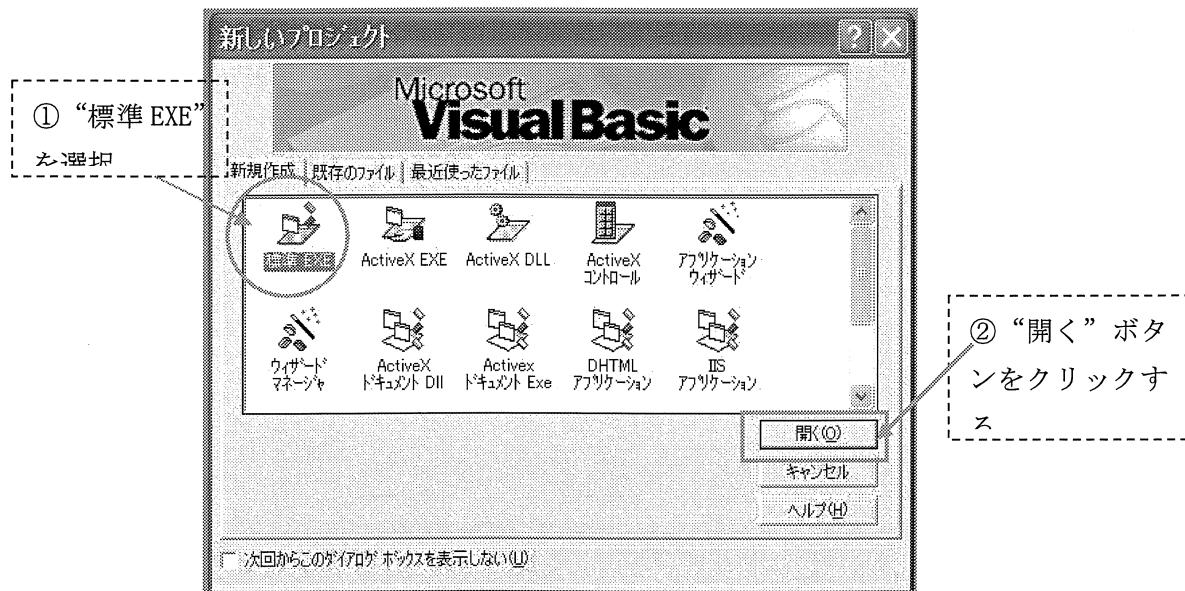

図 3.2 EXE プロジェクトの作成
- b. 新しいプロジェクトの中で“標準 EXE”を選択して，“開く(o)”をクリックする(図 3.2 に示す)。